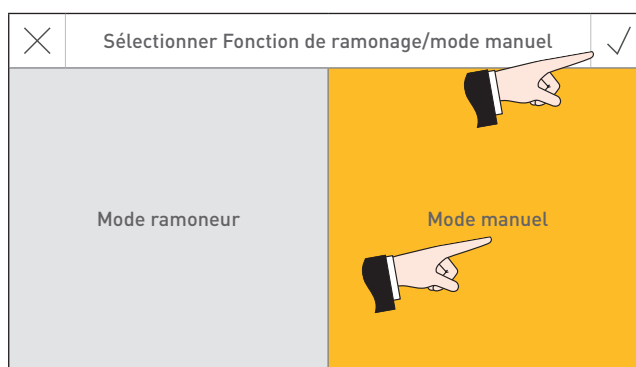

Fig. 18 Sélectionner et confirmer le mode manuel
- Sélectionner et confirmer le mode manuel ✓ – Fig. 18.